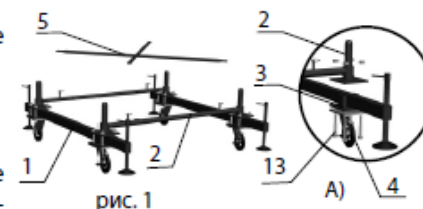

рис. 1
- Установить две балки базы (1) на винтовые домкраты. При помощи комплекта крепежа колес (12), к гантели базы (2) присоединить поворотные колеса (4) и нижние опоры базы (3) (рис. 1 А).
- Установить гантель базы флажковыми замками (A) внутрь. На верхние флажковые замки гантели базы, установить стяжки базы (5) (рис. 1). При помощи винтовых домкратов выровнять вышку по горизонтали.